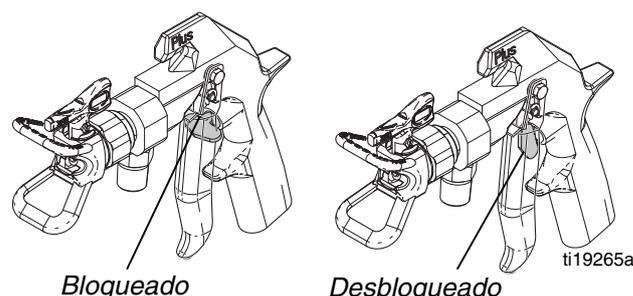

FIG. 1: Posiciones del seguro del gatillo
1. Enganche el seguro del gatillo de la pistola y gírelo hasta que esté perpendicular al cuerpo de la pistola. Consulte la FIG. 1.
2. Para desenganchar el seguro del gatillo, extraiga el seguro y gírelo hasta que quede paralelo al cuerpo de la pistola. Consulte la FIG. 1.